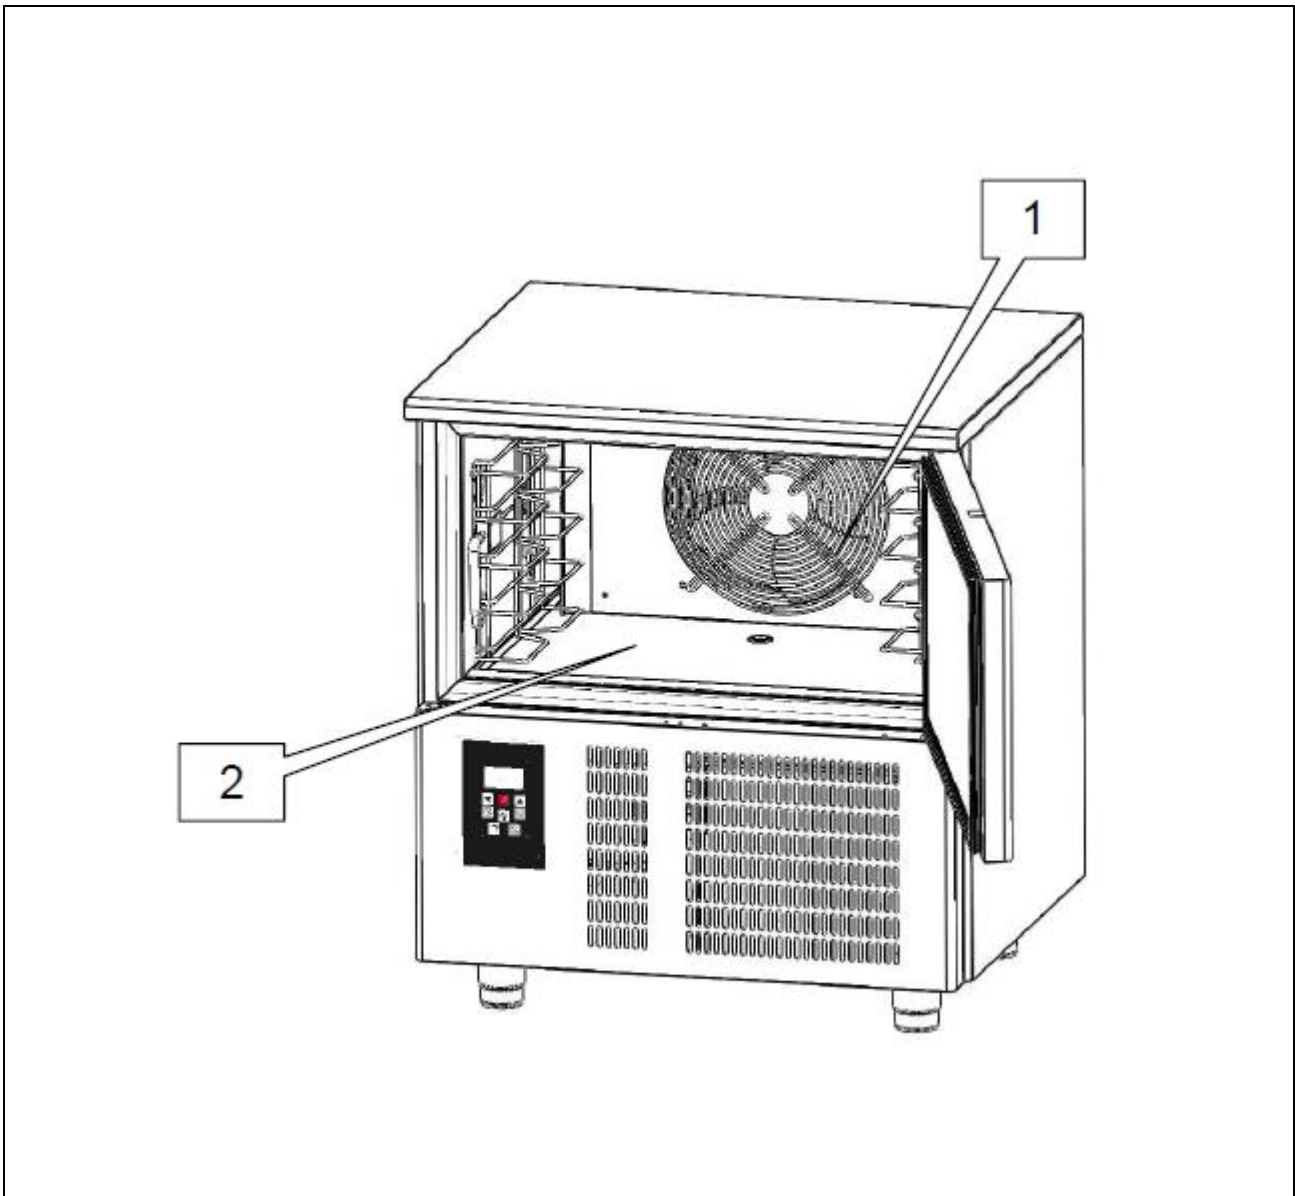

Abb. 4
- bei verstopften Luftleitungen (Ref. 1 Abb. 4);
- bei auf dem Luftgitter der eventuellen Luftkanäle (Ref.1 Abb.4) oder auf dem Boden der Zelle (Ref.2 Abb.4) liegenden Produkten.